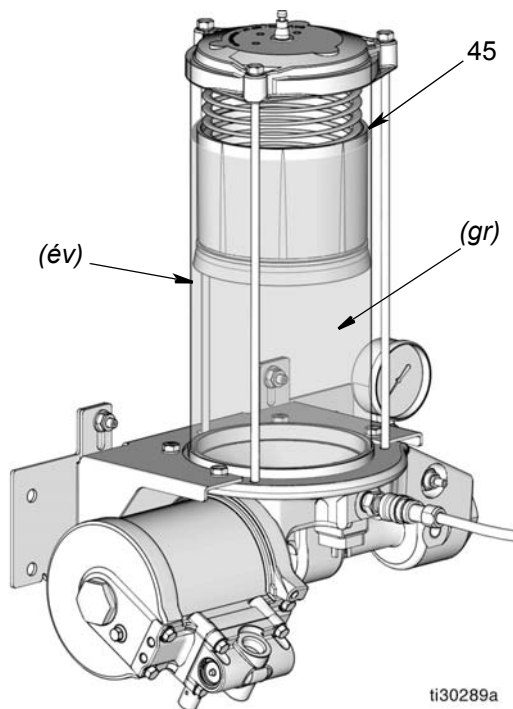

FIG. 9
3. Introduire lentement de la graisse de la pompe de remplissage dans le réservoir jusqu'à ce que la graisse dans le réservoir soulève la plaque d'appui (45) au-dessus de l'évent (vh) du réservoir et que l'air s'échappe de dessous la plaque d'appui (FIG. 9). Une petite quantité de graisse pourrait sortir par l'évent à ce stade.
REMARQUE : L'évent (év) se situe au dos du réservoir et n'est pas visible sur la FIG. 9. L'endroit approximatif de l'évent est indiqué avec les lettres év sur la figure.